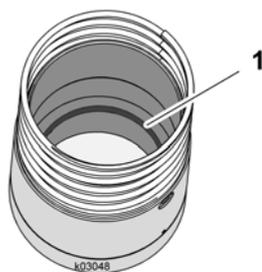

Fig. 16 Lubrification du joint torique du patin de guidage à ressort
- ⇒ Passer un peu de vaseline sur le joint torique ("Fig. 16, Lubrification du joint torique du patin de guidage à ressort", Pos. 1) sur la face intérieure